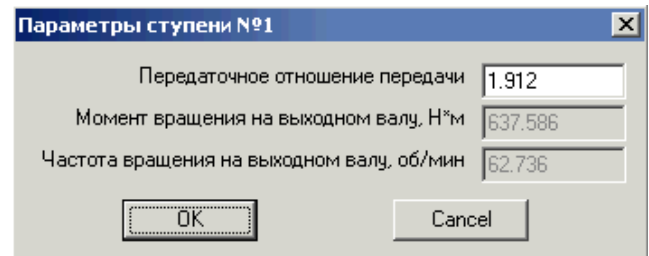

Рис. 4.9 Диалоговое окно Параметры ступени №1.
- Щелкните два раз мышкой на нужном элементе списка **Элементы схемы**. При этом появится диалоговое окно **Параметры ступени № N**, (рис. 4.9) где N – номер ступени из списка **Элементы схемы**. Доступным для изменения будет окно именно с тем параметром, который Вы выбрали в выпадающем списке **Параметр ручной разбивки**.